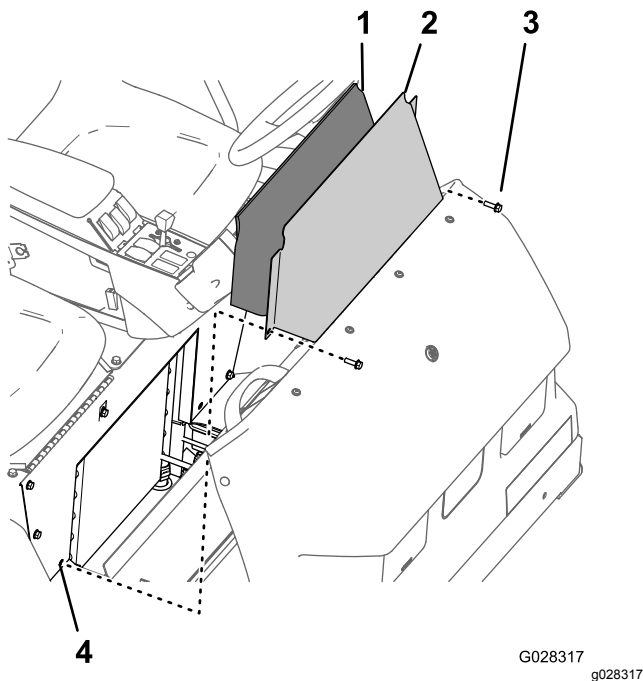

Figure 50
1. Retirez les 2 boulons à embase qui fixent le couvercle d'accès à la base du siège (Figure 50).
2. Déposez le couvercle d'accès de la base du siège et le panneau insonorisant de la machine (Figure 50).
1. Placez le panneau insonorisant devant l'ouverture de la base du siège où se monte le couvercle d'accès (Figure 50).
2. Alignez les trous du couvercle d'accès et les trous dans la base du siège (Figure 50).
3. Fixez le couvercle d'accès à la base du siège au moyen des 2 boulons à embase (Figure 50) retirés à l'opération 1 de Dépose du panneau d'accès de la base du siège (page 47).